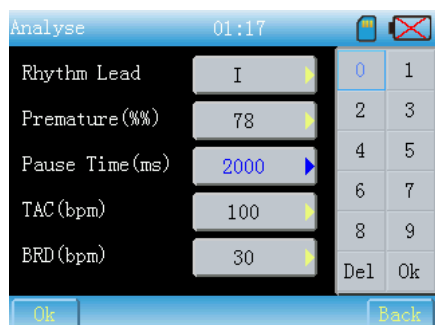

Fig. 13-6-3
- 2 Tiempo de pausa : haga clic en el botón correspondiente para invocar la interfaz como aparece en Fig.13-6-3.